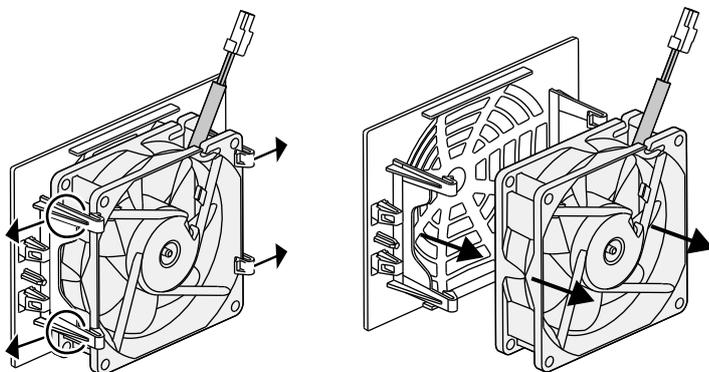

Fig. 63: Desmontaje de la rejilla del ventilador
5. El ventilador puede retirarse adicionalmente de la rejilla del ventilador. Para ello, presionar ligeramente hacia fuera las pestañas de sujeción y sacar el ventilador.  **Fig. 63**